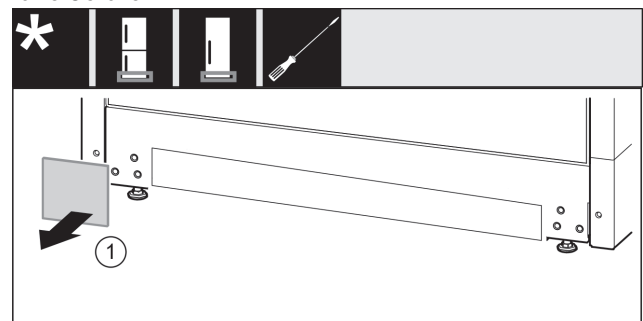

Fig. 31
- Abdeckung Fig. 31 (1) abnehmen.